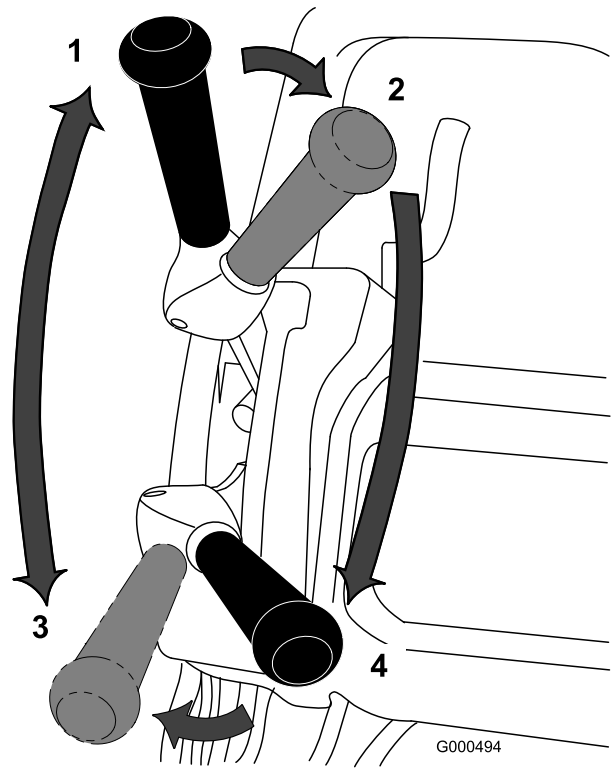

図 30
1. マシンを始動、速度コントロールをゼロにセットし、ハンドルを押し下げてカッティングユニットを上げ、オペレータコントロール (OPC) を握り、走行レバーを「入」にセット (図 30) して、ゆっくりと速度を操作して走行速度を上昇させて、グリーン (緑) に入る。
3. 走行レバーを解除し、次に左前方向に倒して走行とリールの駆動を開始する (図 30)。